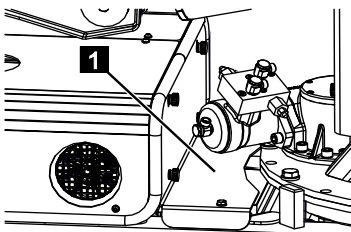

Fig. 149
1. Dévisser le capot (Fig.149/1).